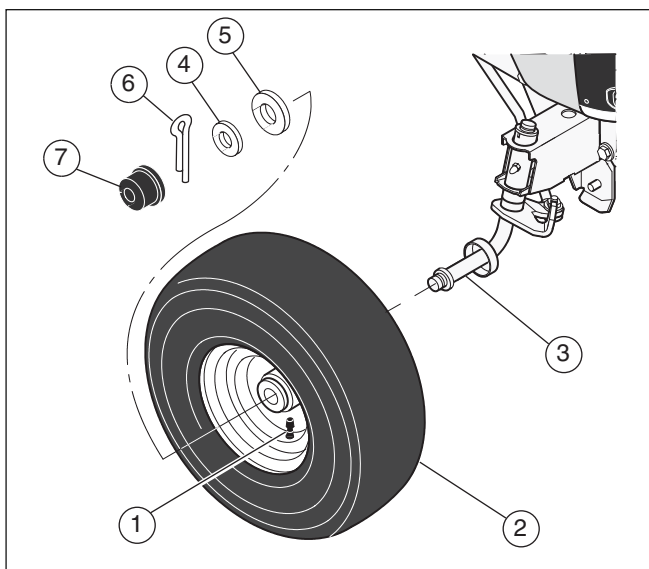

Abbildung 1
1. Vergewissern Sie sich, dass der Ventilschaft (1) zur Außenseite zeigt (siehe **Abbildung 1**).
2. Schieben Sie das Vorderrad (2) auf die Spindel (3).
3. Befestigen Sie das Vorderrad (2) mit Unterlegscheiben (4 und 5) und Splint (6). Biegen Sie die Enden des Splintes auseinander, um das Vorderrad an der Spindel zu halten.
4. Falls Ihr Modell über Nabenkappen (7) verfügt, installieren Sie die Nabenkappen. Vergewissern Sie sich, dass die Unterlegscheiben die Nabenkappen am Platz halten.